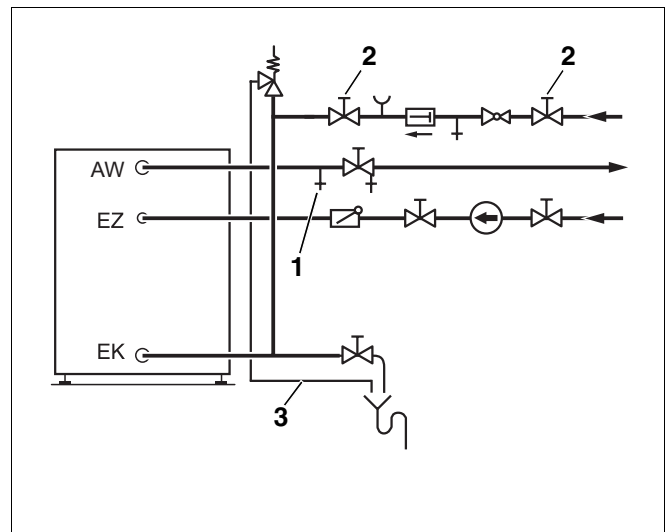

Abb. 11 Installation nach DIN 1988 (Prinzipabbildung)
- Das Be- und Entlüftungsventil (Abb. 11, **Pos. 1**) oder den höchst gelegenen Zapfhahn öffnen, um den Warmwasserspeicher zu entlüften.
- Absperrventil für Eintritt Kaltwasser EK (Abb. 11, **Pos. 2**) öffnen, um den Warmwasserspeicher zu befüllen.
- Vor dem Anheizen prüfen, ob Heizkessel, Warmwasserspeicher und Rohrleitungen mit Wasser gefüllt sind. Dazu Be- und Entlüftungsventil (Abb. 11, **Pos. 1**) öffnen.
- Lassen Sie die Ausblaseleitung des Sicherheitsventils (Abb. 11, Seite 14) stets geöffnet.
- die Ausblaseleitung des Sicherheitsventils (Abb. 11, Seite 14) stets offen bleiben muss.